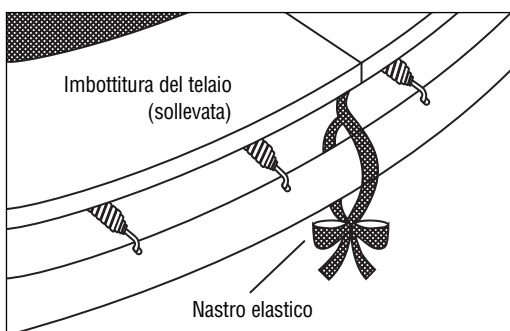

Fig. 5.3
- c) Poi stringere i nastri elastici che non si trovano sopra una gamba d'appoggio, accertandosi che l'imbottitura copra il telaio. Allacciare entrambi le estremità dei nastri elastici (v. fig. 5.3)